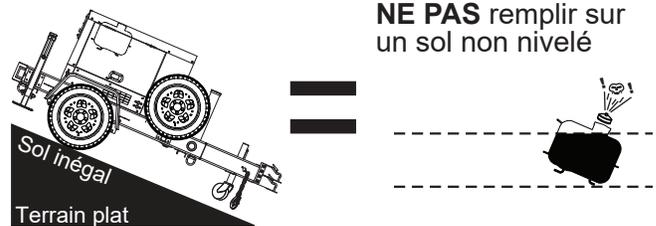

Figure 17. Remplir uniquement sur un sol plat
1. **Mettre le réservoir à niveau** — Assurez-vous que le réservoir de carburant est à niveau avec le sol. Dans le cas contraire, le carburant s'écoulera du réservoir avant d'avoir atteint sa pleine capacité (Figure 17).